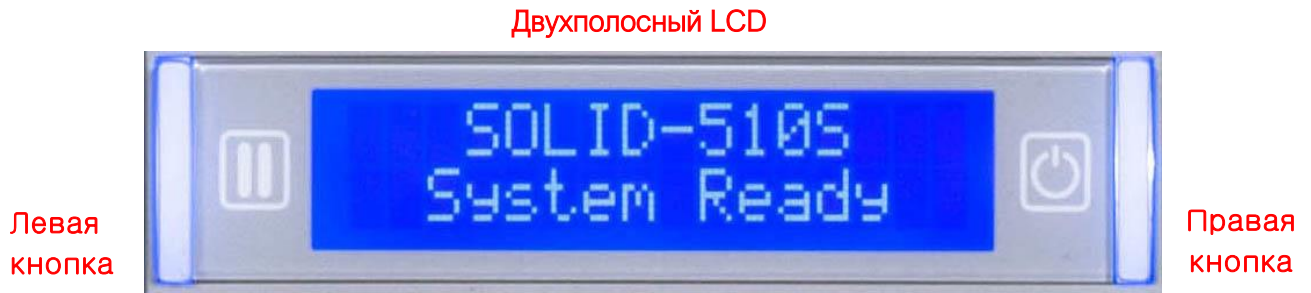

Рис. 8 SOLID-510 Дисплей и Кнопки
① Съемный картридж для лент
② ③ Принимающий и Подающий ролики
④ Расходный чистящий ролик
- Контрольная панель – двухполосный LCD и 2 кнопки. См. рис. 8.